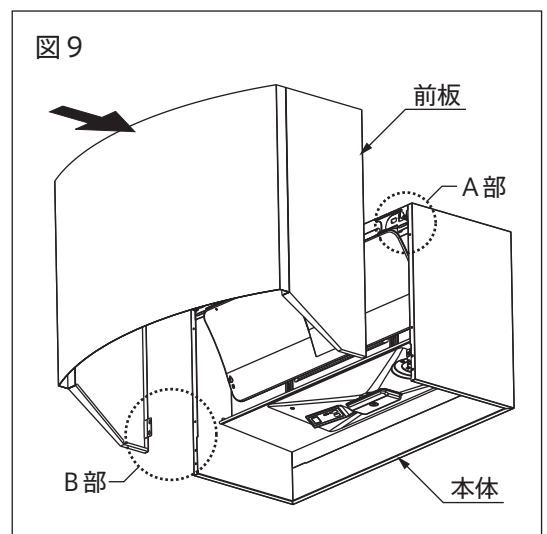

図10 A部詳細図
(図10)
- (1) 左右のローレットネジを外してください。
- (2) 前板を本体の本体フックに引っ掛けてから、前板を押し上げて、本体ツメに前板を差し込んでください。（図10）